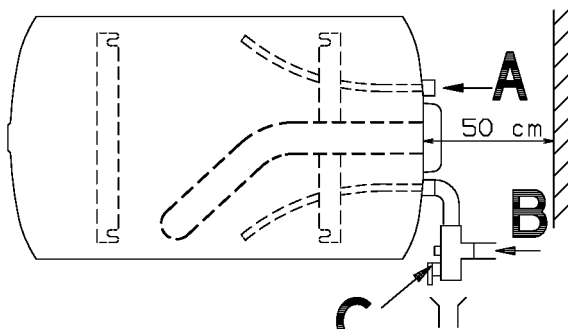

Fig. 5
- Fig.5 modèle horizontal à droite
- Fig.5 horizontal model, right
- Fig.5 modelo horizontal a direita
- Afb.5 horizontaal model rechts